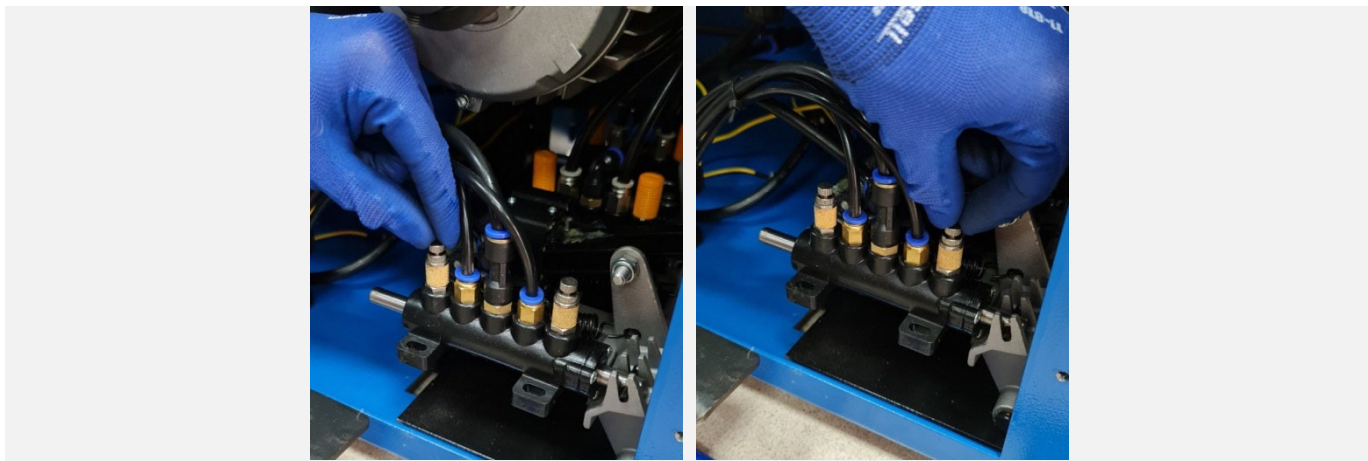

Рисунок 62
9.7.2 Поворачивая пневдоросель с глушителем, расположенный на пневматическом распределителе, управляющим движением монтажной колонны (см. Рисунок 62), установить требуемую скорость (плавность) откидывания и возврата в рабочее положение монтажной колонны.